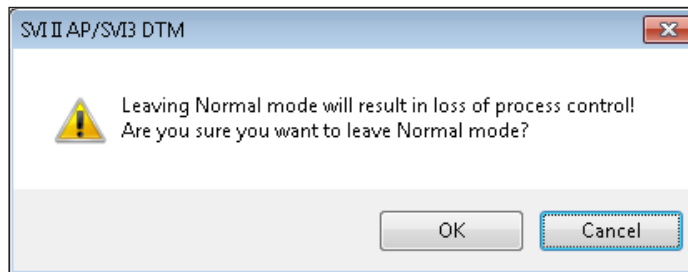

Рисунок 37 - Выход из нормального режима
- Нажмите на режим. При выходе из *нормального* режима появляется следующее диалоговое окно (Рисунок 37).